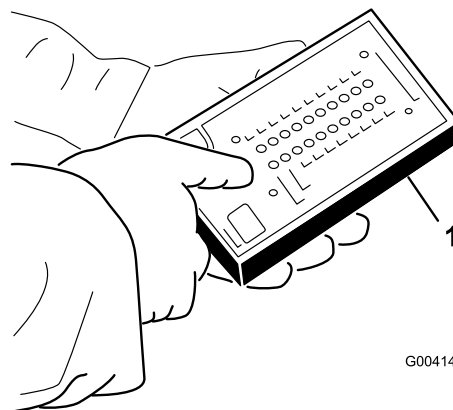

Figure 42
3. Branchez le connecteur de l'outil Diagnostic ACE au connecteur du faisceau de câblage (Figure 42). Vérifiez que le masque correct est apposé sur l'affichage de diagnostic ACE.